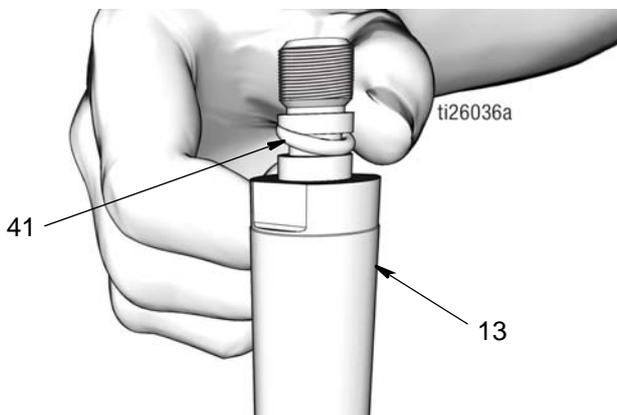

FIG. 46
- Utilizzare un panno pulito per pulire l'asta del pistone (13) e il pistone (6) e rimuovere sporco o contaminanti. Ispezionare le superfici per verificare l'eventuale presenza di graffi e/o danni. Sostituire le parti danneggiate.
- Applicare un sottile strato di grasso all'O-ring (41). Montare l'O-ring sulle scanalature dell'asta del pistone (13) (FIG. 46).